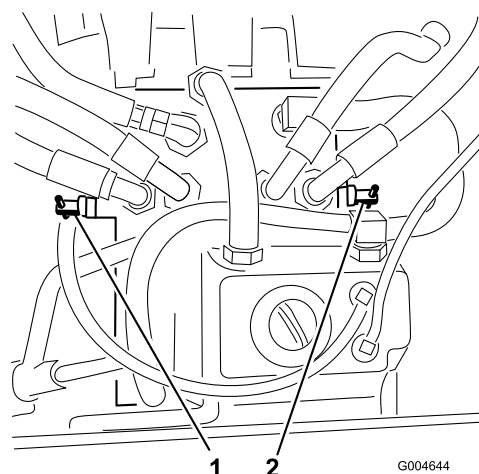

Figura 52
3. Gire **ambas** válvulas de desvío 2 vueltas en el sentido contrario a las agujas del reloj (Figura 52).
Gire cada válvula de desvío en el sentido de las agujas del reloj y apriételas a mano (par de 8 Nm (71 pulgadas-libra)) (Figura 52).